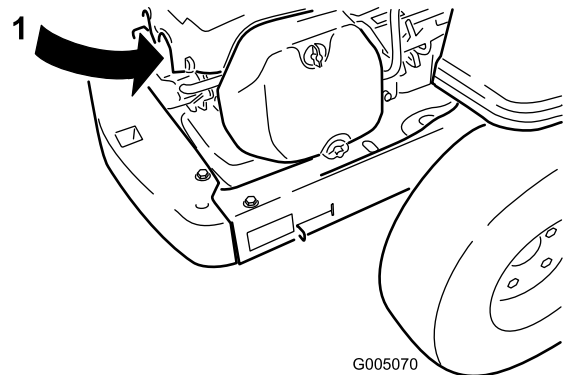

Figura 28
2. Retire el cable de bujía (Figura 28). Limpie alrededor de la bujía para evitar que entre suciedad en el motor y pueda causar daños.
3. Conecte el cable a la bujía (Figura 28).